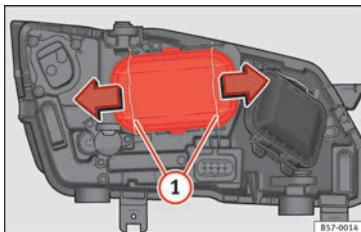

Fig. 105 En el vano motor: retirar la tapa.
2. Desplace los tirantes » **fig. 105** ① en el sentido de la flecha y saque la tapa.